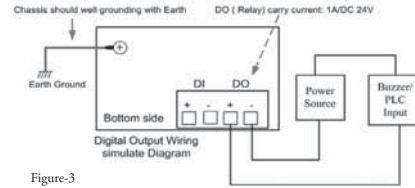

Figure-3
继电器输出触点在底侧见Figure-3。继电器输出 (DO) 是通过预先定义的操作规则来控制。要激活继电器输出功能，请参阅用户手册为继电器输出的信息。